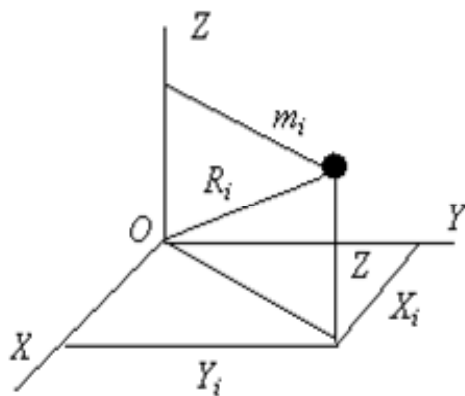

Рис. 36
33. Моментом инерции твердого тела относительно данной оси или полюса называется скалярная величина, равная сумме произведений массы каждой точки тела на квадрат расстояния этой точки до оси или полюса (рис. 36):